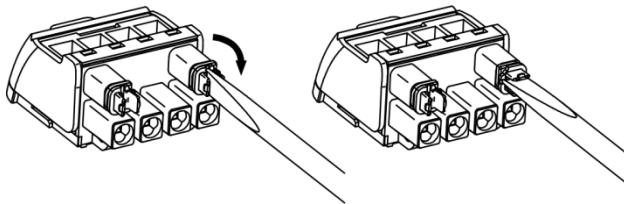
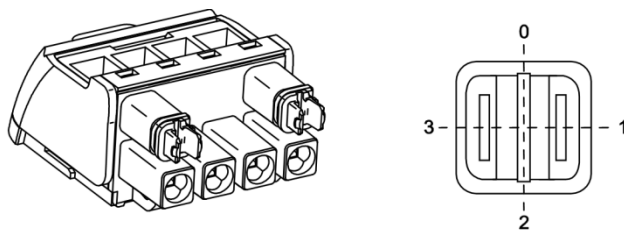

Abbildung 10: Kodierelement einstellen
Abbildung 11: Kodierpositionen
- Drehen Sie am Buchsenstecker die beiden Kodierelemente im Uhrzeigersinn (siehe Abbildung 10 „Kodierelement einstellen“). Jeder Einstellwähler hat vier Kodierpositionen, sodass sich pro Buchsenstecker 16 mögliche Kodierungen ergeben (siehe Abbildung 11 „Kodierpositionen“).